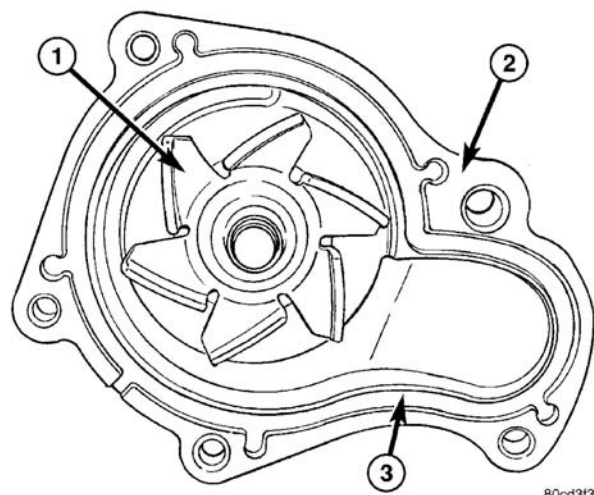

图 26 水泵泵体
(1) 将新 O 形密封圈装在泵体 O 形圈定位凹槽中（图 26）。